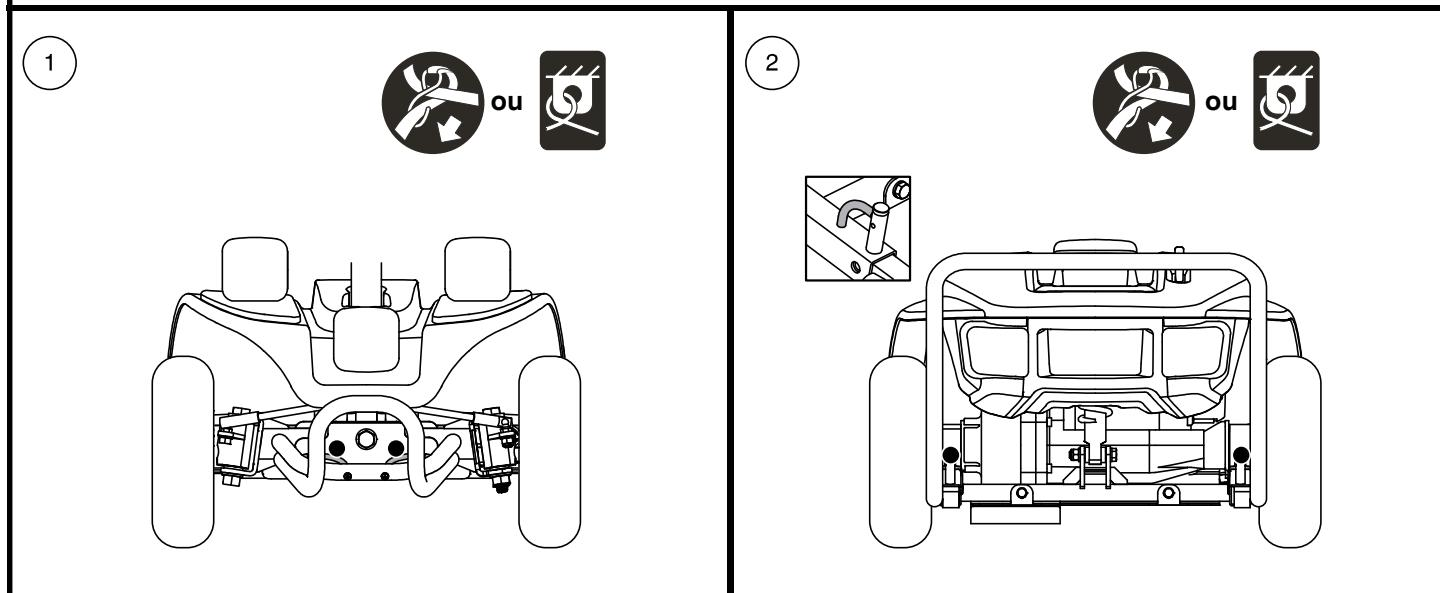

Figure 7. Points d'ancrage (Identifiés avec des points noirs)
Le véhicule doit toujours être ancrés face à l'avant du véhicule. Fixez les quatre (4) courroies aux points d'ancrage désignés sur le véhicule. **Voir la figure 7.** Serrez bien les courroies pour retirer le jeu excessif. N'attachez jamais le véhicule par ses composantes réglables ou mobiles tels que les accoudoirs, capots ou roues. Ces articles devraient être enlevés. Positionnez les points d'ancrage arrière des courroies directement derrière le véhicule. Les points d'ancrage avant sont disposés plus loin de chaque côté du véhicule afin d'augmenter la stabilité latérale.